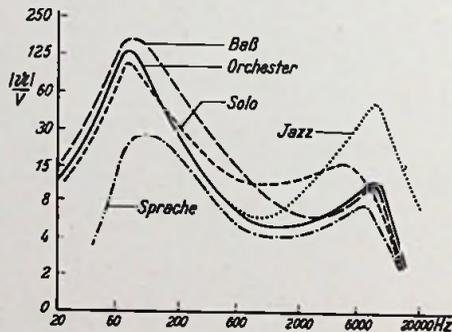

Bild 6. Nf-Übertragungskurven bei FM-Empfang (Lautstärkeregl. auf unterem Abgriff)
5. Breitwinkel - Eckstrahler: FUNKSCHAU 1955, Heft 13, Seite 271, Bild 6.
In Bild 6 sind die Strömungslinien und die Linien gleicher Spannung gemeinsam eingetragen. Beide Liniensysteme überkreuzen sich in Bild 6 (wie in Bild 18 der letzten Folge) jeweils rechtwinklig. Hier wie dort ist über das gesamte Strömungsbild an jeder Stelle das Verhältnis der mittleren Abstände zweier benachbarter Stromlinien und zweier benachbarter Linien gleicher Spannung stets dasselbe. Wie wir erfahren haben, macht man dieses Verhältnis — der Übersichtlichkeit halber — gleich 1 : 1. Damit bekommt man für die unverzerrten Teile der Strömung Quadrate.